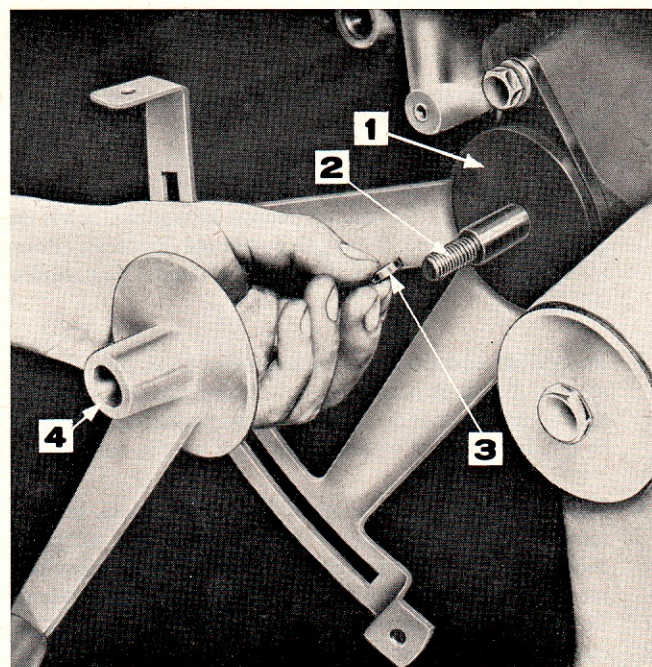

Figure 79: Montage du plateau de levier de commande de relevage
18. Monter le disque de friction, la clavette woodruff et le plateau de friction du levier de commande (Figure 79).